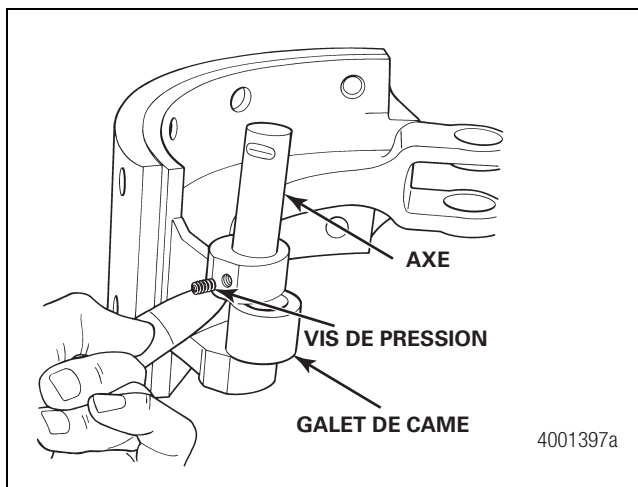

Figure 5.23
2. Si retirés, installer les galets de came sur les segments de frein. Placer le galet dans le segment de frein. Glisser l'axe dans le segment de frein et le galet. Aligner la rainure de la vis de pression de l'axe avec le trou dans le segment de frein. Poser et serrer la vis de pression. Figure 5.23.